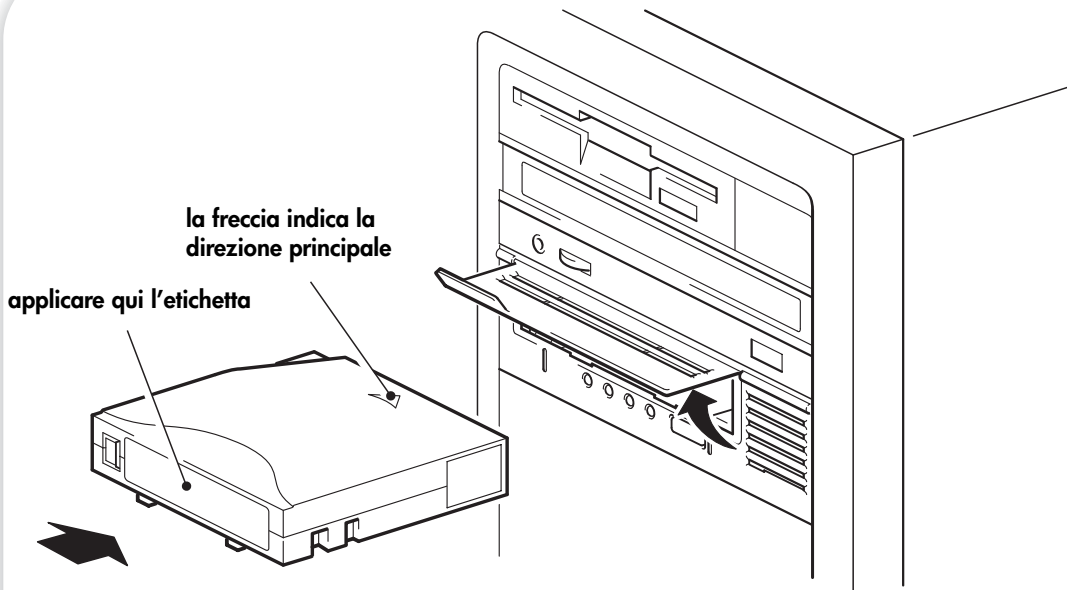

Figura 9a: caricamento di una cartuccia
- 1 Sollevare lo sportello della cartuccia e inserire la cartuccia nello slot situato nella parte anteriore dell'unità facendo attenzione che la freccia bianca si trovi nella parte superiore e rivolta verso lo sportello dell'unità. Esercitare una lieve pressione fino a che l'unità non aggancia e carica la cartuccia (vedere la figura 9a).